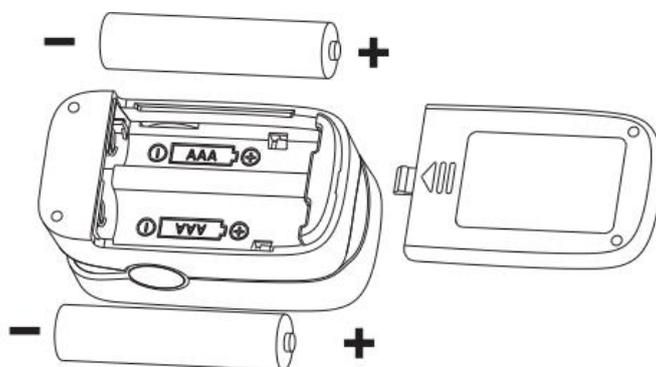

Figura 2 Installazione della batteria
- A. Mettere le due batterie AAA nel vano batterie con le polarità corrette (Figura 2).